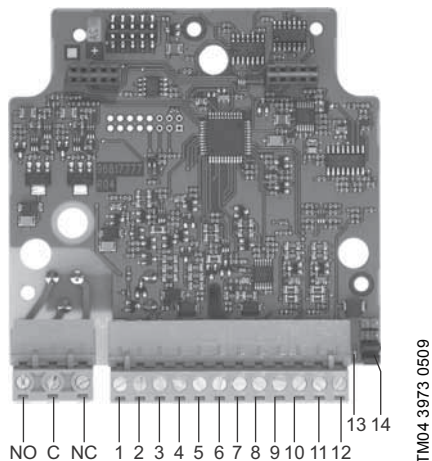

Fig. 1 Module IO
Le module IO a deux entrées configurables. Chacune des entrées peut être utilisée comme entrée analogique ou digitale. Voir fig. 1, pos. 2 et 4. La configuration s'effectue par le réglage de deux cavaliers pour chaque entrée.